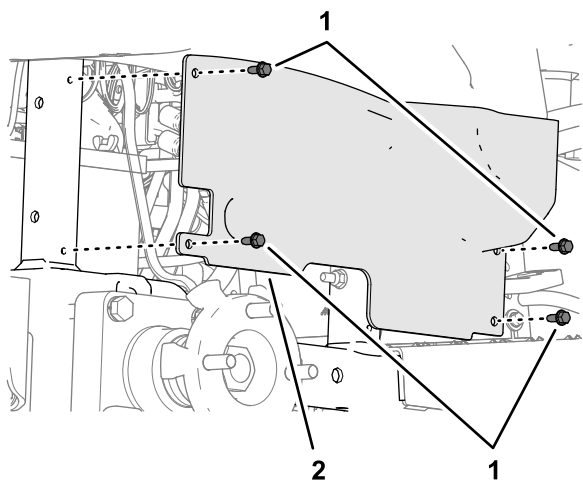

Bild 30
- Entfernen Sie die beiden Bundkopfschrauben ($\frac{1}{4}'' \times \frac{5}{8}''$), mit denen die Radkastenverkleidung am Rahmen der Maschine befestigt ist (Bild 30).
- Richten Sie die Löcher in der Radkastenabdeckung mit den Löchern im Rahmen der Maschine (Bild 30) aus und befestigen Sie die Abdeckung am Rahmen mit 4 Bundkopfschrauben ($\frac{1}{4}'' \times \frac{5}{8}''$), die Sie im Schritt 3 entfernt haben.